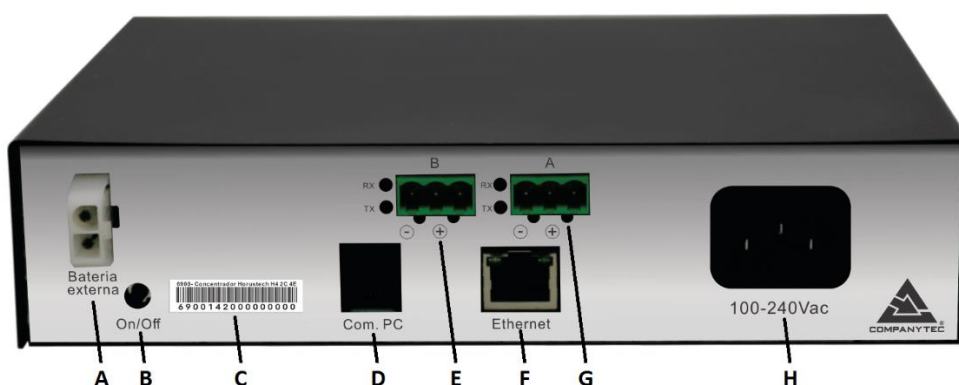

Figura 2 - Vista traseira
O conector para bateria externa é apontado na “Figura 2 - Vista traseira” como item “A”.
Com a automação já em local apropriado, conecte os cabos nos conectores da ICOM e conecte-a em uma rede elétrica e pressione a Tecla On/Off apontado na “Figura 2 - Vista traseira” como item “B”. Ao ligar, a automação irá emitir dois bipes e os leds de status de comunicação irão piscar até que se estabeleça a comunicação, após, piscará apenas os leds correspondentes às conexões ativas.
- Conecte o cabo que acompanha a automação na porta “Com PC” indicado como item “D” na “Figura 2 - Vista traseira”;